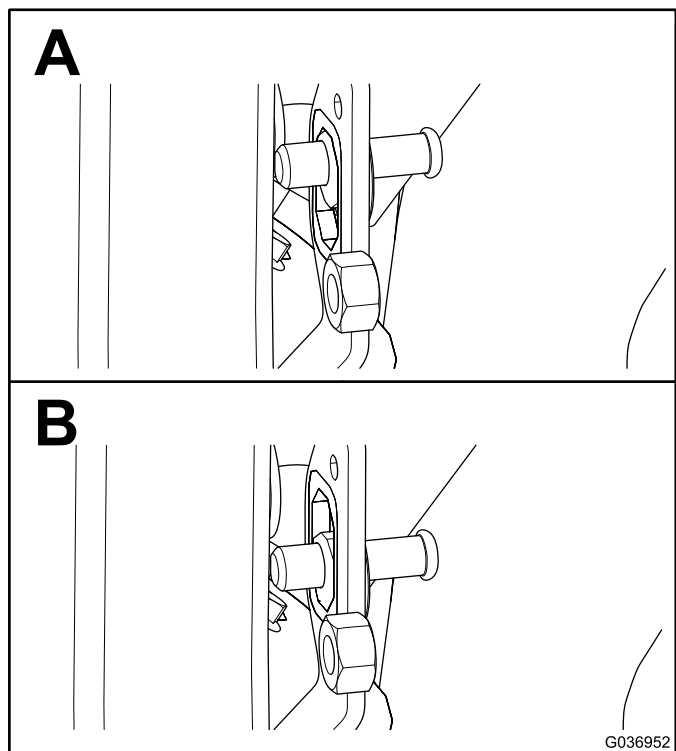

Figura 4
1. Centre o pino do trinco no suporte de montagem do trinco do pino na travessa (Figura 4).
4. Aperte a porca de bloqueio assim que o pino do trinco chegar a 1,9 a 2,2 cm, como se mostra na Figura 4.